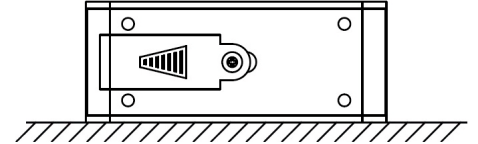

Abb. 9
- » Drehen Sie das Gerät um 180°, stellen Sie es auf die gleiche Stelle (Abb. 9), drücken Sie erneut kurz „on/REF/off“, „-2“ blinkt für einige Sekunden.